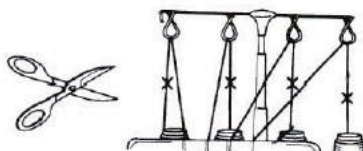

Рис. 1
1. Обрежьте нити вблизи катушек (Рис. 1).